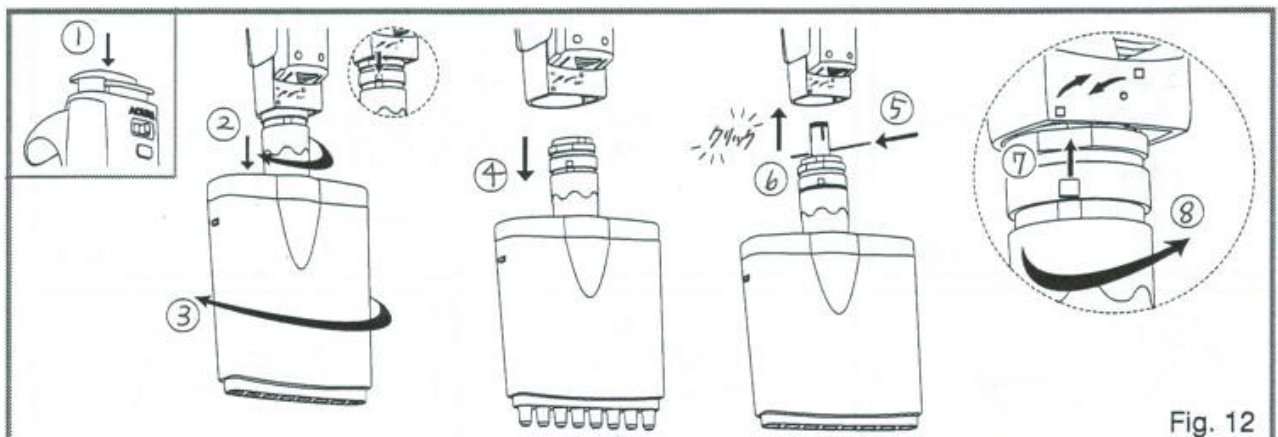

Fig. 12
- 「オペレーション」の章(Fig. 12)を参考にしながら、上部の制御ユニットから分注モジュールを取り外してください。